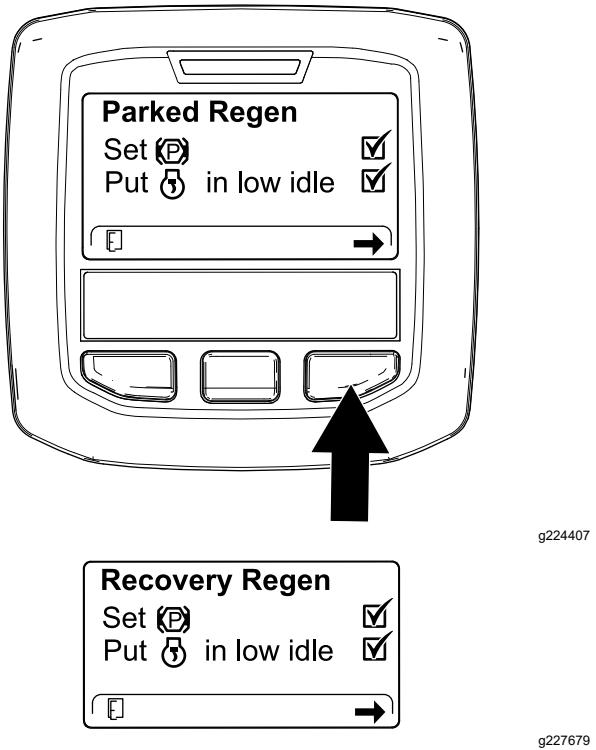

Figure 51
3. Sur l'écran de la liste de contrôle du FAP, confirmez que le frein de stationnement est serré et que le moteur tourne au ralenti (Figure 51).